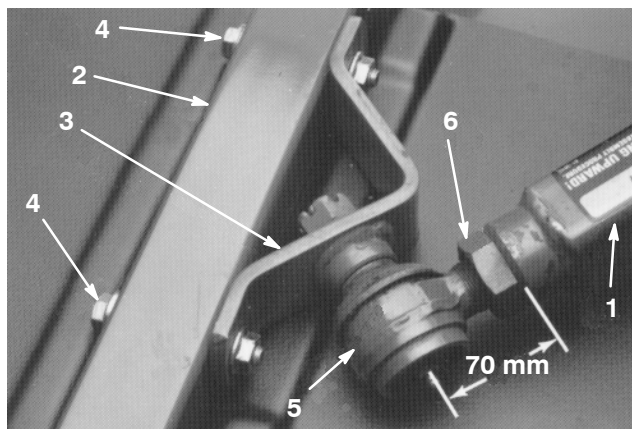

Figure 5
3. Mesurez la distance entre l'extrémité du bras de poussée droit et le centre de la rotule (graisseur) (Fig. 5). Elle doit être égale à 70 mm. Si elle ne l'est pas, desserrez l'écrou de blocage fixant la rotule au bras de poussée et tournez la rotule vers l'intérieur ou l'extérieur jusqu'à obtenir la distance correcte (Fig. 5). Ne serrez pas l'écrou de blocage à ce stade.
6. Serrez le grand écrou de blocage fixant la rotule au bras de poussée (Fig. 5). Lorsque vous serrez l'écrou de blocage, maintenez la rotule droite pour obtenir l'oscillation adéquate lors du levage et de l'abaissement du plateau de coupe. Retirez avec précaution le bloc en bois maintenant le bras de poussée en position abaissée.